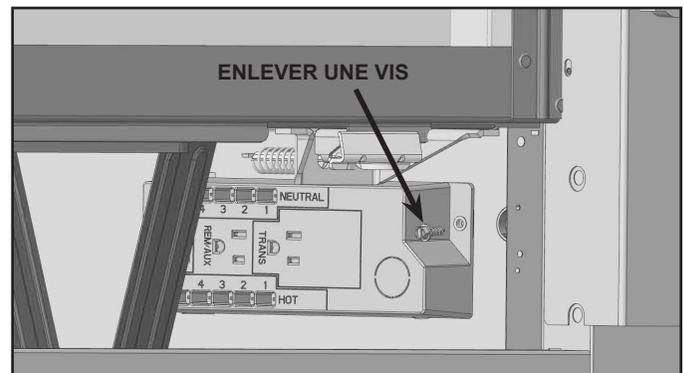

Figure 8.3 Détails de la boîte de jonction - COSMO32-IFT
**COSMO32-IFT :** La boîte de jonction est fixée à l'enveloppe extérieure du foyer. Enlevez une vis Voir la figure 8.3.